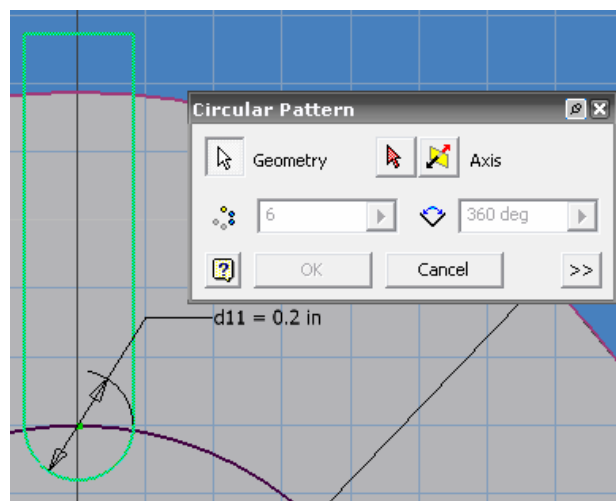

Figura 4.19 Selección del boceto.
23.- Seleccione la geometría a reproducir por medio de este comando, en este caso, el boceto creado, el cual lo seleccionará línea por línea hasta que esté completo, figura 4.19.